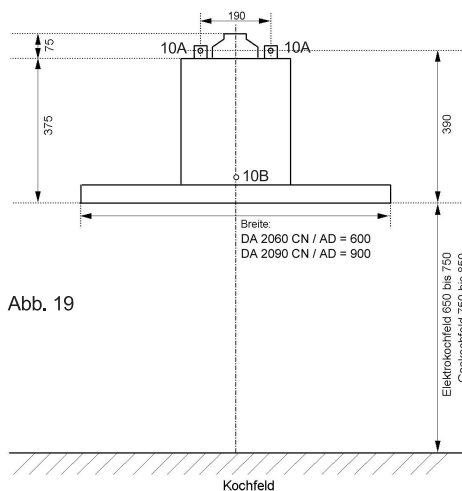

Abb. 19
Unter Beachtung des Mindestabstandes zum Kochfeld die Einbauhöhe der Haube ermitteln (Abb. 19). Obere Bohrlöcher (10A) für Wandbefestigung anzeichnen, bohren, 2 Dübel 8 mm (16) einsetzen und Haubenkörper (4 und 12) mit 2 Schrauben 5x50 mm (15) befestigen. Jetzt das dritte, untere Wandbefestigungsloch (10B) anzeichnen (Abb. 19).